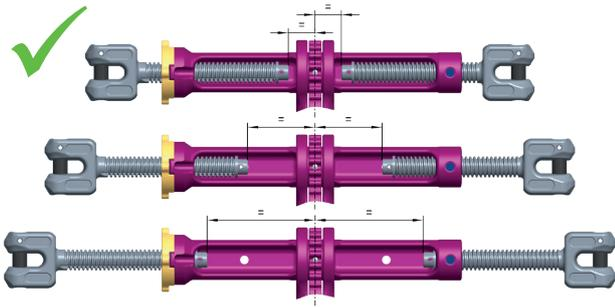

Abb. 4: Richtiges Ein- bzw. Ausdrehen (parallel)
- Drehen Sie den ICE-CURT-(K)-GAKO vor dem Hebevorgang in die kürzest mögliche Stellung (T), um ein Verlängern des Kettenstranges zu ermöglichen.
- Achten Sie immer auf ein paralleles Ein- und Ausdrehen der Spindeln (Abb. 4)